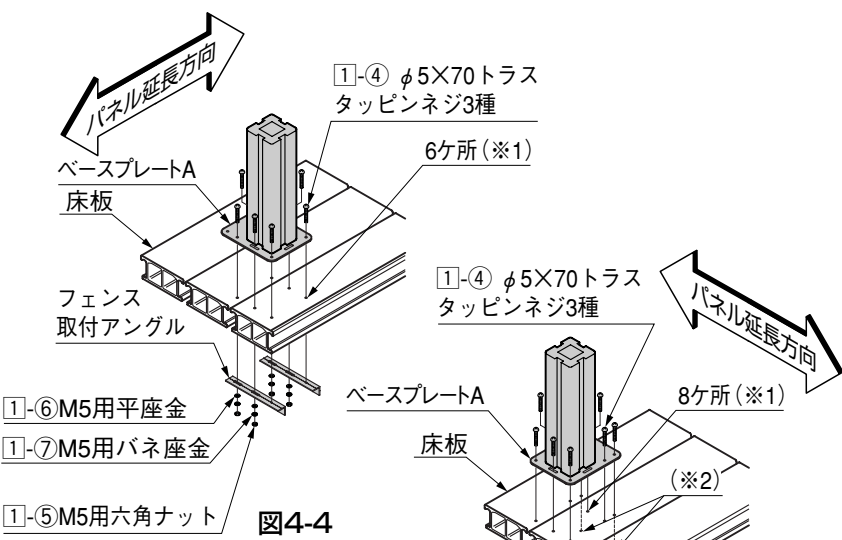

図4-4
④ ①-④、①-⑤、①-⑥、①-⑦でフェンス取付アングルを挟み込んで取付けてください。(図4-4、4-5参照)